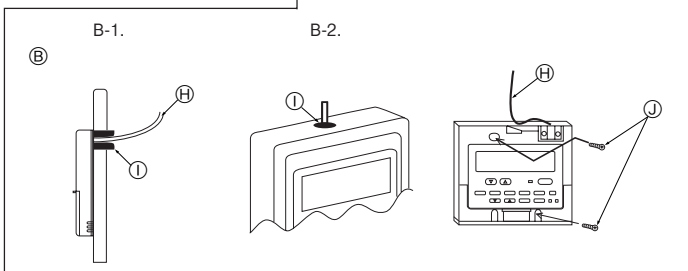

Fig. 6-3
(2) Καλύψτε την είσοδο του καλώδιου στο τηλεχειριστήριο με στόκο ή μαστίχη για να αποφύγετε την ενδεχόμενη είσοδο σταγόνων, νερού, κατασβριδίων ή σκουλικιών. (Fig. 6-3)